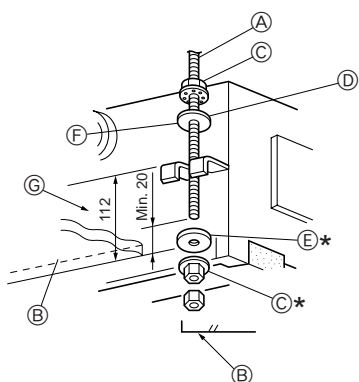
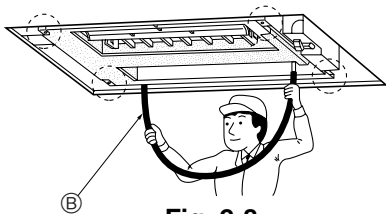

Fig. 2-7
Fig. 2-8
- 事先将垫圈①②(提供的)和螺母(在当地购买的)拧到挂环螺栓上。(Fig. 2-7)
- \* 按以下顺序完成此步骤(从顶部开始):螺母、绝缘垫圈②、非绝缘垫圈①和两个螺母。
- \* 如图所示,使绝缘面向下放置绝缘垫圈②。
- 将室内机组安装到位,并使其正好与挂环螺栓对齐。将支架安装到已经事先安装的垫圈①和垫圈②之间,并固定。在四个位置进行相同的步骤。
- ① 挂环螺栓(3/8"或M10)
- ② 垫圈①
- ③ 天花板表面
- ④ 螺母(3/8"或M10)
- ⑤ 垫圈②(带绝缘片)
- ⑥ (使绝缘面向下安装)
- ⑦ 测量到支架的顶面
- 使用酒精水准器或装有水的透明塑料管子检查四角是否处于水平位置。(Fig. 2-8)